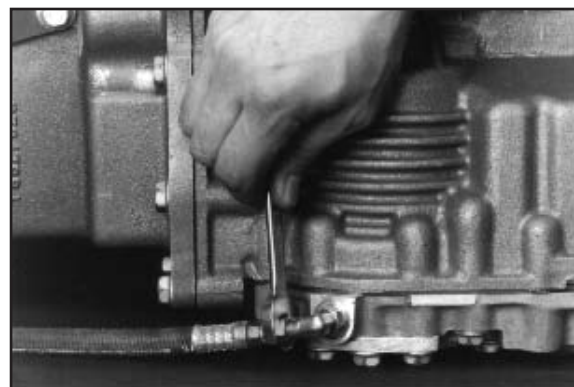

Abb. 12
- 12a. Die Hochdruckleitung fest am Winkelstück am Hochdruckanschluss des Getriebes anschließen und mit einem Drehmoment von 15-16 Nm (11-12 lbs. ft.) anziehen. Das Winkelstück ist im Lieferumfang des Nebenantriebs enthalten (**Abb. 12**).